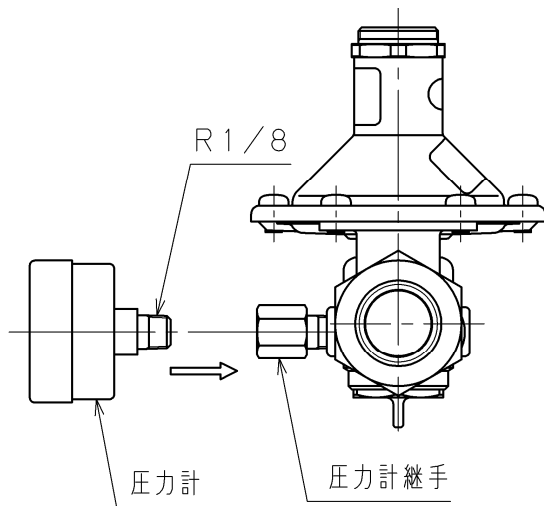

図3
- (1) 圧力計のねじ部(R1/8)にシールテープを巻き、圧力計継手にねじ込みます。(図3)